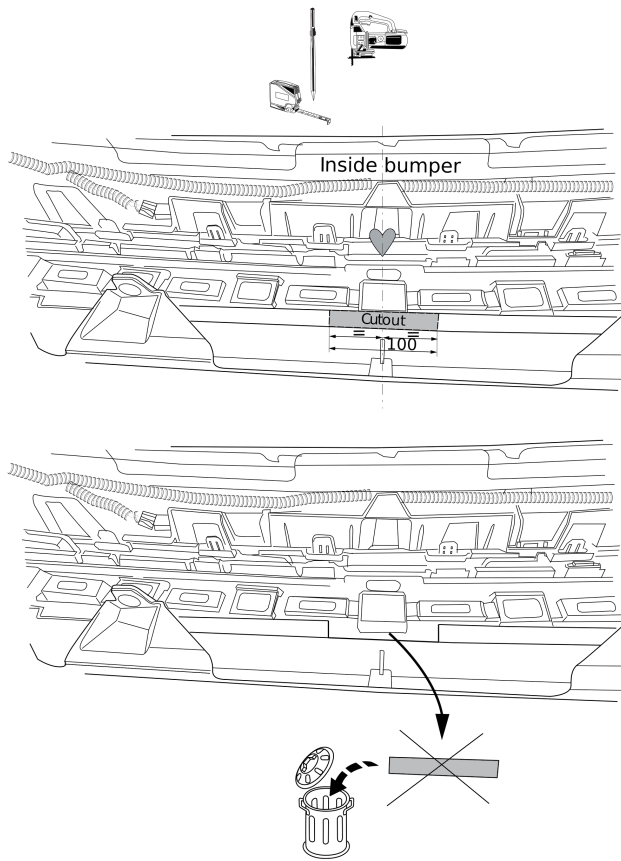

Fig. 4
9. Вырезать указанные части из внутренней арматуры бампера, как указано на рис. 4.